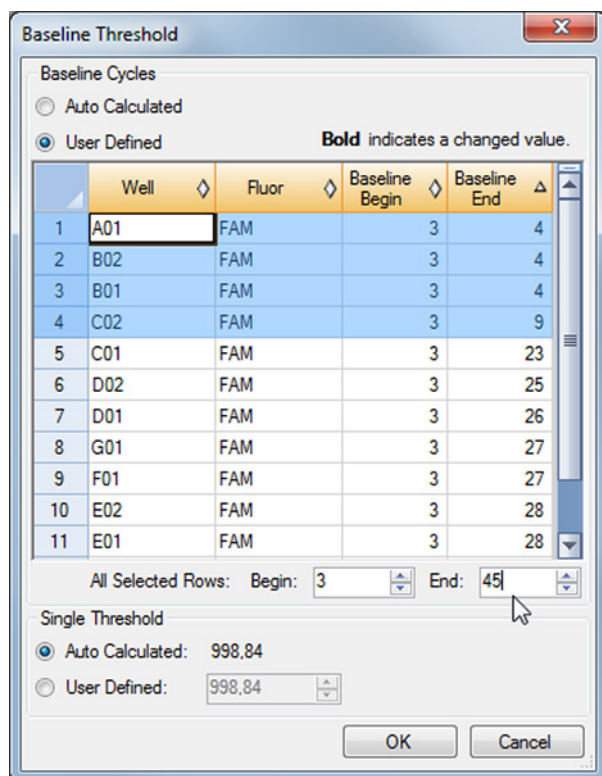

Figure 5: Boîte de dialogue Baseline Threshold (Seuil de référence)
3. Dans la barre de menus de la fenêtre Data Analysis (Analyse des données), cliquez sur **Settings** → **Baseline Threshold...** (Paramètres → Seuil de référence...) pour ouvrir la boîte de dialogue Baseline Threshold (Seuil de référence) (voir la figure 5).
5. Sélectionnez toutes les lignes qui indiquent une valeur **Baseline End** (Extrémité de référence) comprise entre 1-9 (voir la figure 5).
- Définissez la valeur dans le champ **End:** (Extrémité :) sur 45 pour les lignes sélectionnées (voir la figure 5).
- Répétez les étapes 3-7 pour le canal de détection VIC™ (IC).